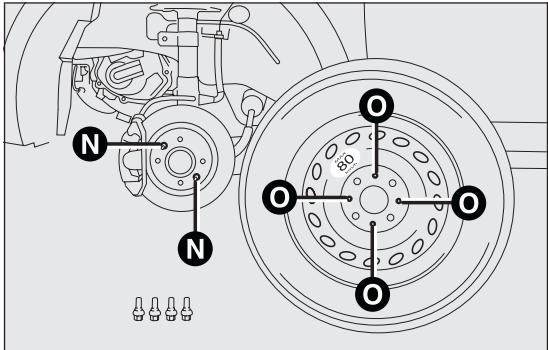

Abb. 100
- Beim Anbringen des Ersatzrades darauf achten, dass der Zentrierstift N Abb. 100 mit einer der Bohrungen O Abb. 100 am Rad übereinstimmt;